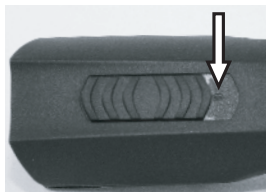

Fig. 4 Interruttore in posizione ferma ("0")
1. Controlli che la tosatrice (1) e l'accumulatore (2) siano privi di sporcizia e di corpi estranei.
2. Si assicuri che l'interruttore della tosatrice sia sulla posizione scollegata ("0") (Fig. 4).
1. Metta l'interruttore sulla posizione azzerata "0" (Fig. 4).
2. Faccia pressione sulle due levette ai lati della batteria (2) e la levi dalla tosatrice (1).